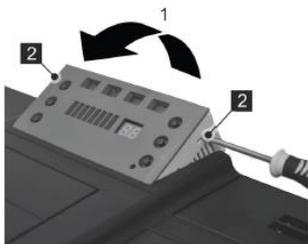

Рис. 11
2. Сложите панель управления (рис. 11/1).
3. Ослабьте фиксаторы с обеих сторон (рис. 11/2) с помощью отвертки.